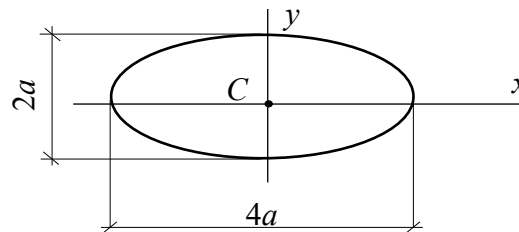

Рис. 5
31. Относительно какой оси момент инерции в эллипсе (рис. 5) будет максимальным, а относительно какой — минимальным, и почему?